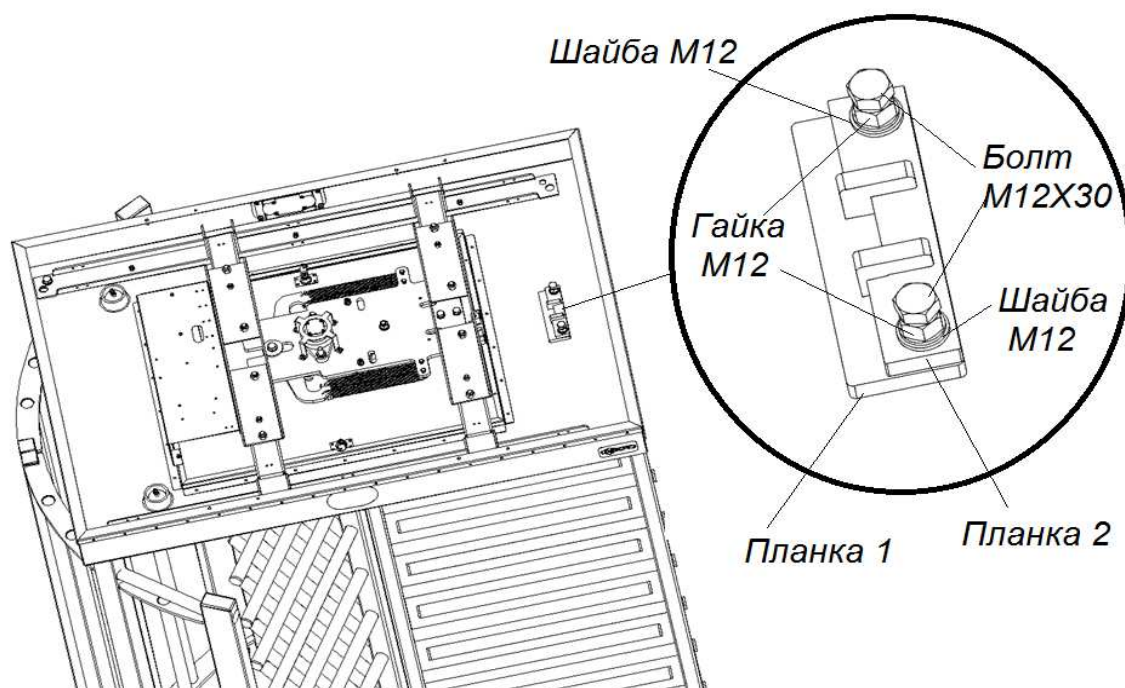

Рис. 12. Крепление второго неподвижного элемента ограждения
4.2.13 Закрепите второй неподвижный элемент ограждения (с помощью планки 1, планки 2, стопорных гаек и болтов) к верхнему модулю турникета рис. 12.